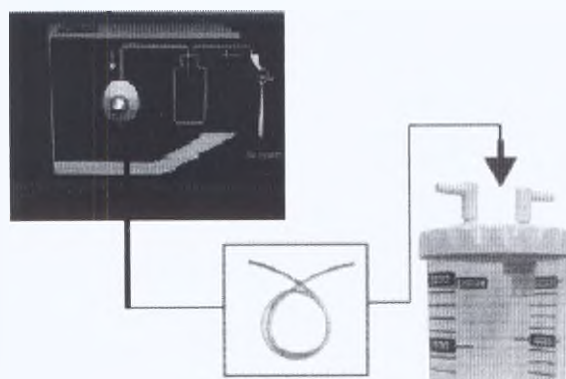

Рисунок 4.
1.8.2 Соедините с помощью короткой трубки ($\varnothing 7\text{мм}$, $L=1\text{ м.}$) штуцер «Аспирация» с соответствующим штуцером на крышке банки для сбора отработанного физиологического раствора (рисунок 4).